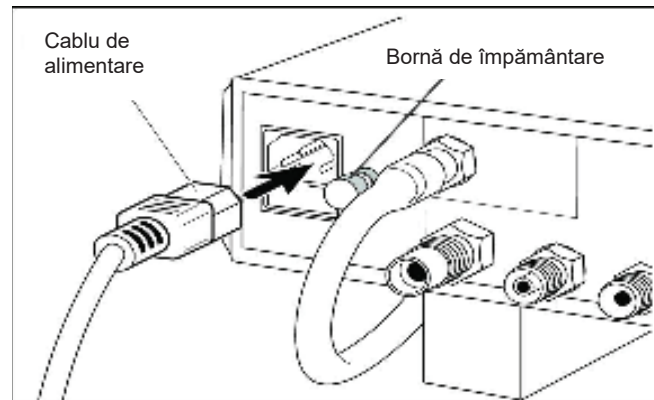

Figura 4. Montarea cablului de alimentare.
Conexiunea de împământare de protecție (împământare) trebuie executată prin cel de-al treilea fir al ștecărului de alimentare sau prin borna de împământare (a se vedea Figura 4).
2. Deschideți compartimentul cu siguranțe, ca în Figura 4.